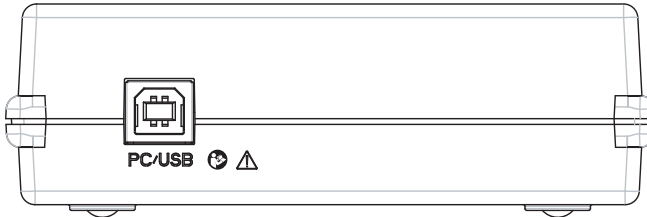

Fig. 1
- Sluit de USB-connector op de achterzijde van de HI-PRO 2 met behulp van de meegeleverde USB-kabel aan op een USB-poort van een pc. Zie fig. 1.